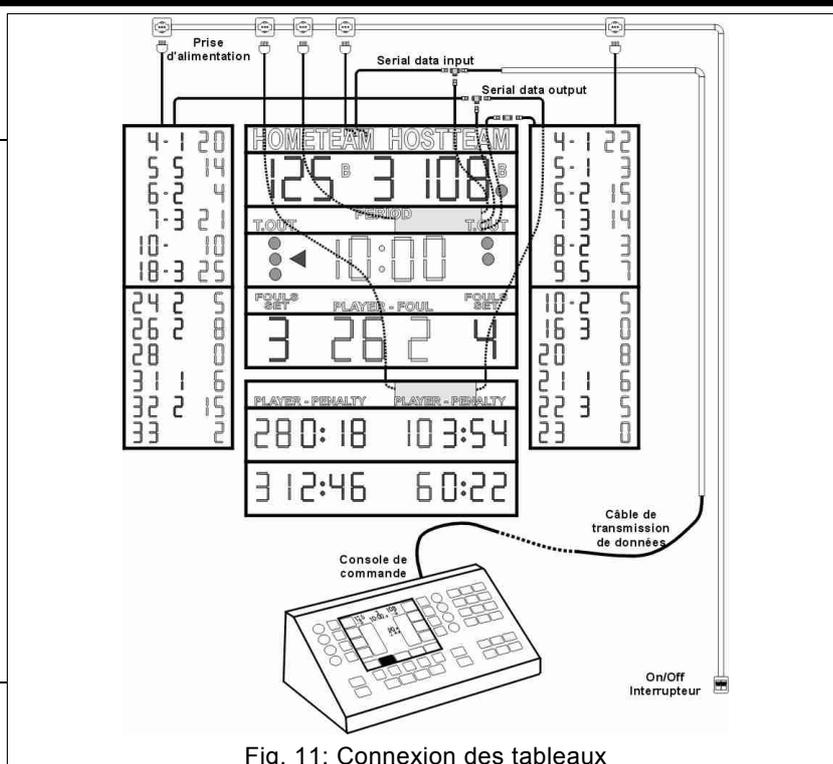

Fig. 11: Connexion des tableaux
Chaque tableau est équipé d'un câble d'alimentation avec une fiche. Pour allumer et éteindre le tableau facilement, il est recommandé d'installer une prise d'alimentation juste au-dessus du tableau (voir exemple à la Fig. 11), commandée par un interrupteur dédié d'accès facile; ceci afin d'éteindre le tableau lorsqu'il n'est pas utilisé et de limiter la consommation d'électricité et l'usure.
La Fig. 11 illustre une configuration constituée par un tableau central, des tableaux latéraux pour l'affichage des fautes et du score des joueurs et un tableau inférieur pour l'affichage des temps de pénalité.
- Connectez les afficheurs des fautes-score des joueurs à un des deux câbles série "SERIAL DATA OUTPUT" du tableau central (Fig. 11) au moyen de l'adaptateur.